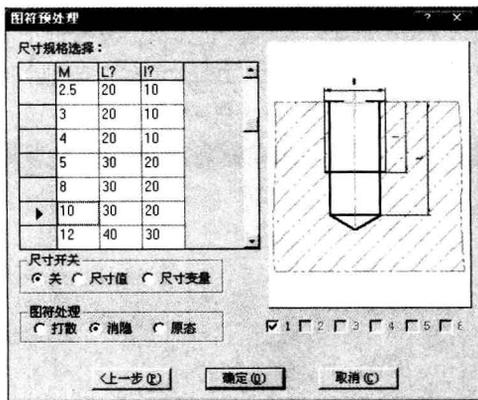
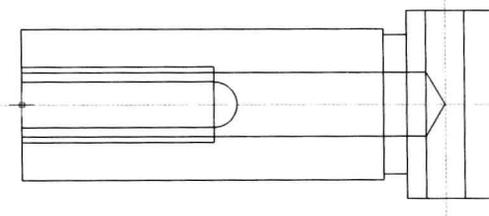

图1-20 内螺纹参数设置
图1-21 内螺纹完成
⑩ 单击工具栏上  “提取图符”按钮，提取相关粗牙内螺纹盲孔，参数设置如图1-20所示，插入图中相应位置，输入图符旋转角度“90°”，按“Enter”键完成，效果如图1-21所示。